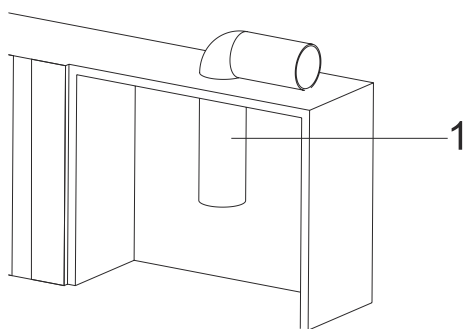

Fig. 13
2. Trazer o tubo de exaustão do ar até ao compartimento no qual o aparelho será montado (Fig. 13).